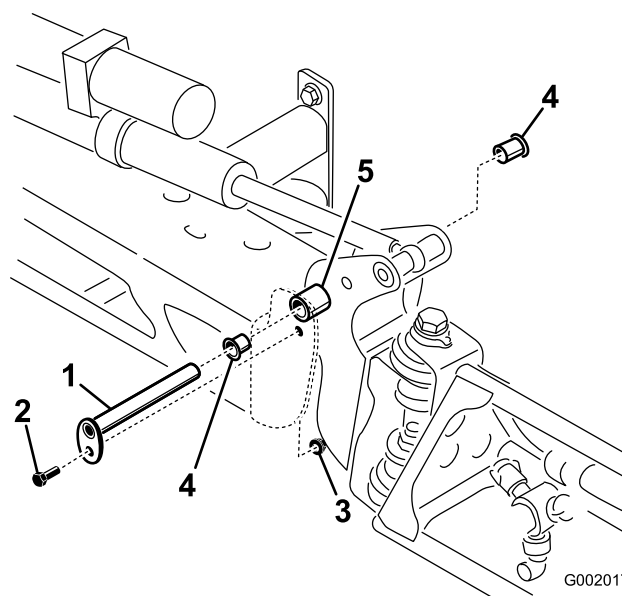

図 70
3. ブームを支えておきながら、ピボットピンをブームアセンブリに固定しているボルトとナットを取り外す(図 70)。ピボットピンを取り外す。
5. ナイロンブッシュを取り外し、ピボットブラケットの前面および後面側から見て点検する(図 70)。磨耗したり破損したりしている場合は交換する。
7. センターフレームにブーム&ピボットブラケット・アセンブリを取り付け、開口部を整列させる(図 70)。